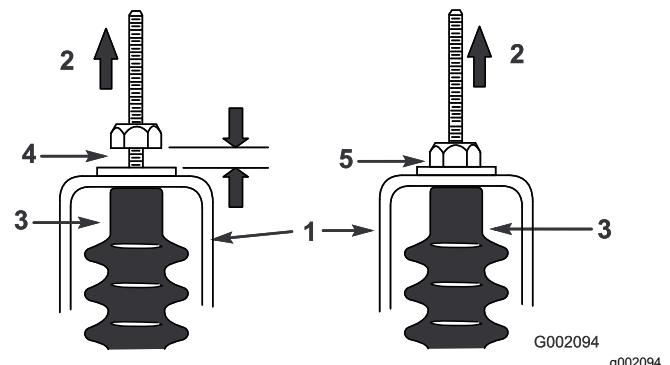

Figura 62
- Tire hacia arriba de cada cable de cambio y asegúrese de que hay una distancia de 0,76–1,52 mm entre la tuerca/arandela y la pletina de punto muerto (Figura 62).